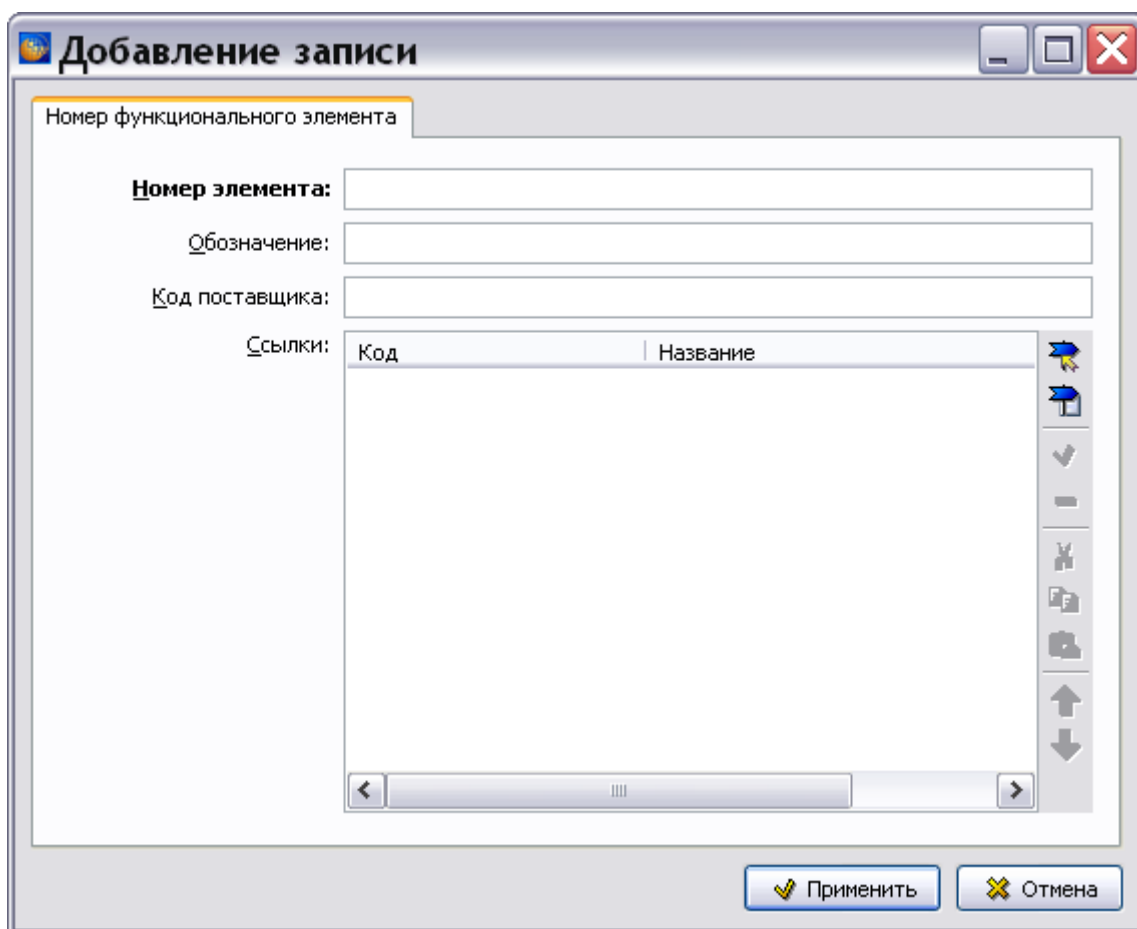

Рис. 12.11
10. Для установки ссылки на функциональный элемент нажмите на кнопку **Добавить ссылку на функциональный элемент** . После этого откроется окно **Добавление записи** для номера функционального элемента (Рис. 12.11).